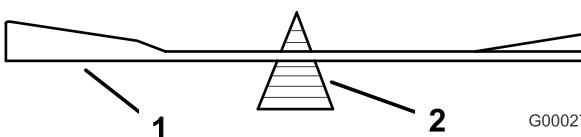

Рисунок 76
- Проверьте балансировку ножа с помощью балансировочного устройства для ножей (Рисунок 76).